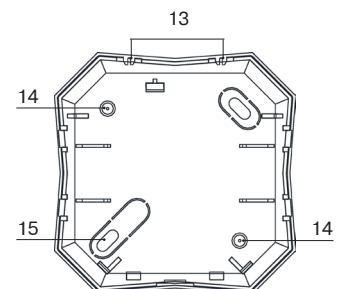

Рисунок 2 – Конструкция «Трубоч-РК»
5.1 Конструктивно оповещатель выполнен в пластмассовом разъемном корпусе (рис. 2 а). Оповещатель состоит из крышки (1) с установленной печатной платой (6) и основания (2).
- отверткой с плоским шлицем слегка нажмите на защелку (поз.11, рис.2).
7.5 При отсутствии указанной индикации замкните проводящим предметом контакты сброса RESET (поз.8, рис.2) на плате оповещателя (см. рис.3).
8.5 Для контроля отрыва от стены обязательно заверните шуруп в отверстие поз.15, рис.2.
8.6 Закройте корпус оповещателя. Для этого, совместите выступы (поз.13, рис.2) основания с пазами (поз.5, рис.2) крышки и защелкните корпус.